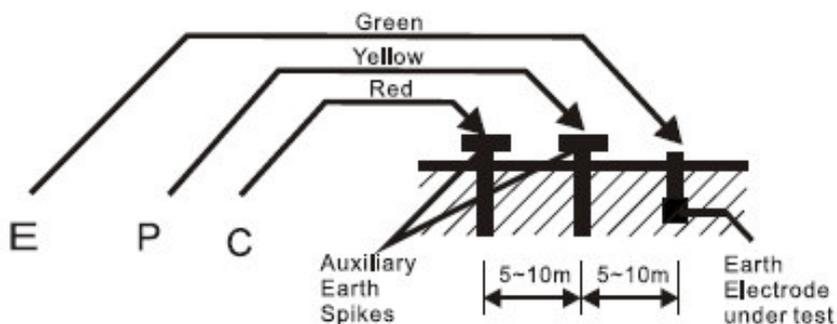

Fig.1
- a. Collegare i cavi di prova verde, giallo e rosso ai terminali dello strumento E, P e C con le punte di terra P1, C1 introdotte nella terra "IN LINEA RETTA" (Fig.1)
* Segua la connessione indicata come nella Fig.1.